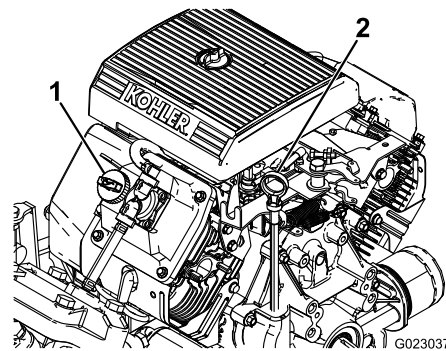

Figura 42
2. Scoateți joja i tergeți-o cu o lavetă curată (Figura 42). Introduceți joja în tub i asigurați-vă că este introdusă complet. Îndepărtați joja de ulei și verificați nivelul uleiului.
3. Dacă nivelul uleiului este scăzut, scoateți capacul buonului de la capacul valvei (Figura 42) i adăugați ulei în deschidere până când nivelul ajunge la marcajul FULL (PLIN) de pe jojă. Adăugați uleiul încet i verificați nivelul des în timpul acestui proces. Nu umpleți excesiv.
8. Turnai încet aproximativ 80% din cantitatea specificată de ulei în tubul de umplere cu ulei (Figura 42).